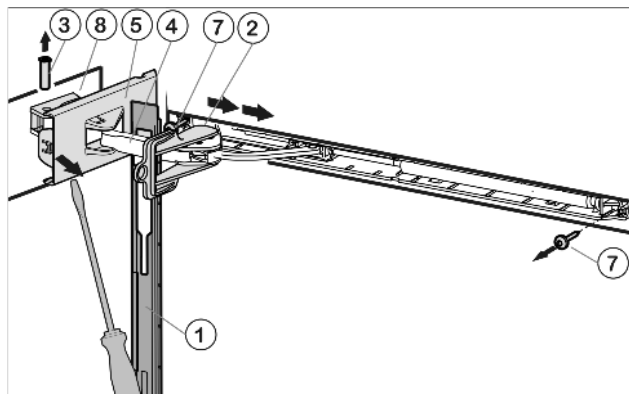

Fig. 5
- Сдвиньте накладку над амортизационной скобой Fig. 5 (4) в направлении устройства.
- Зафиксируйте предохранитель Fig. 5 (2) в продольном пазе.
- Отсоедините крышку со стороны шарнира Fig. 5 (5) с помощью отвертки до первого фиксатора.
- Выдавите палец Fig. 5 (3) снизу.
- Нажмите амортизационную скобу Fig. 5 (4) в направлении дверцы.
- Полностью отсоедините и снимите крышку со стороны шарнира Fig. 5 (5).
- Снимите накладку Fig. 5 (1).
- Открутите узел амортизатора закрывания дверцы (2 шт. Torx® 15) Fig. 5 (7).